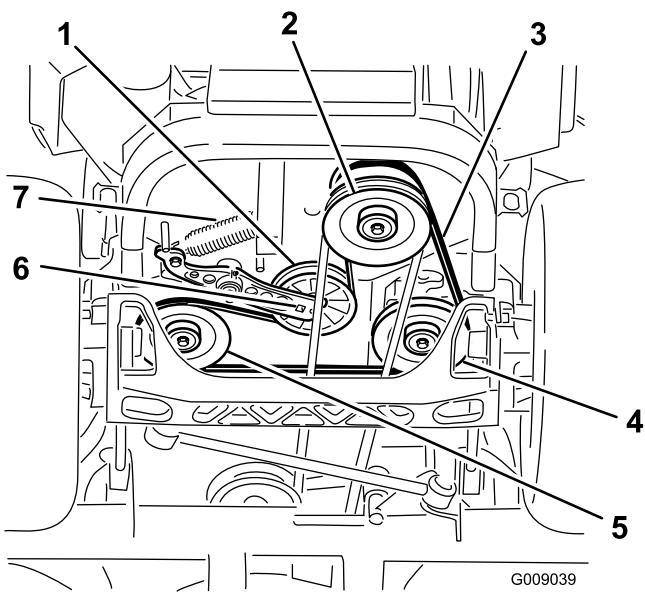

Figure 82
5. Insérez un rochet dans le trou carré du bras de la poulie de tension pour déposer le ressort de la poulie de tension (Figure 82).
6. Décrochez le ressort de tension sur le cadre (Figure 82).
9. Insérez un rochet dans le trou carré du bras de tension pour installer le ressort de la poulie de tension sur le cadre (Figure 82).
4. Soulevez la machine sur des chandelles (Figure 82).